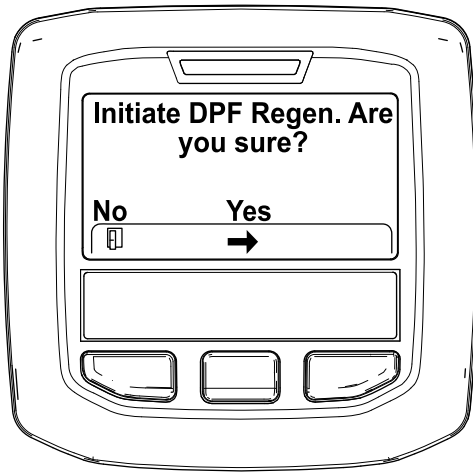

Figura 40
4. Cuando aparezca el mensaje "Initiate DPF Regen. Are you sure?" (Iniciar regeneración del FPD. ¿Está seguro?), pulse el botón central (Figura 40).